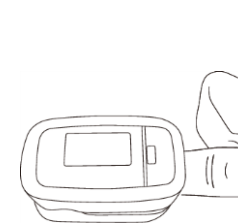

Figura 7. Poner el dedo en posición
1. El dedo debe colocarse correctamente (consulte la ilustración adjunta de este manual, Figura 7), de lo contrario, puede provocar mediciones inexactas.
- 7.2 Abra el clip como se muestra en la Figura 7.